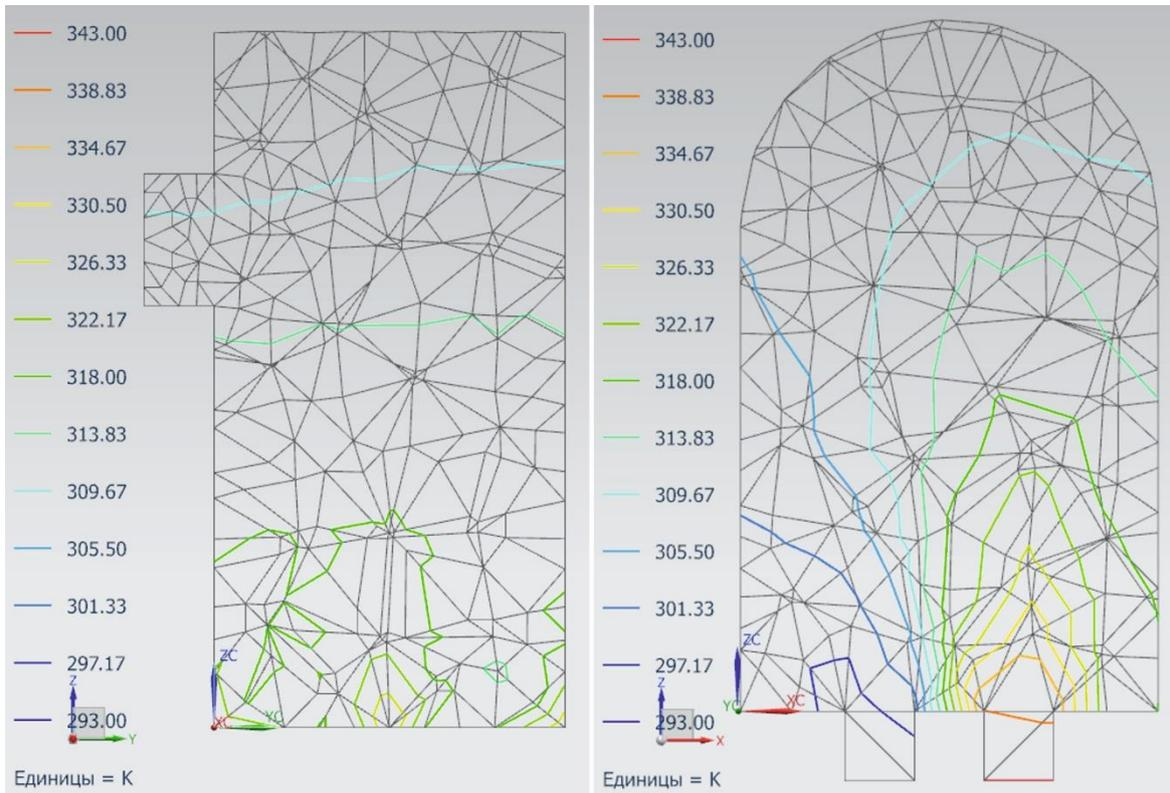

Рис. 1.21. Контурные поля скорости в средних сечениях камеры
18. Для отображения контурных полей температуры в средних сечениях камеры сделайте двойной щелчок на пункте «**Температура потока**» окна «**Навигатор постпроцессора**». Будет отображен результат расчета температуры. В постановке задачи температуры заданы в градусах Кельвина, поэтому следует поменять отображаемые единицы измерения в окне «**Отрисовка**» нажав кнопку «**Результат...**» в окне «**Вид постпроцессора**». Если настройка ISO-линий и Секущей плоскости остались прежними с прошлого шага, то сразу получаем готовый результат для одной плоскости. Поменяйте настройки для другой плоскости и получите второй результат (рис. 1.21).